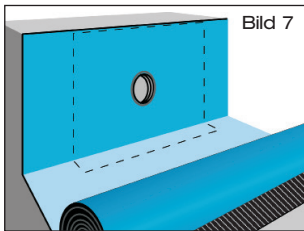
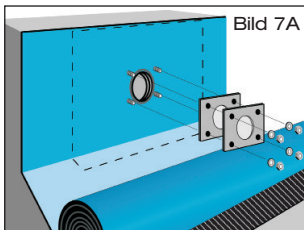

Bild 7
Bild 7A
Oberseite der Anschlussmanschette durch Erhitzen verflüssigen (Schweißverfahren). Dampfsperrbahn paßgenau über den Schiebeflansch mit Anschlussmanschette im flüssigen Heißbitumen ausrollen, anschließend gleichmäßig andrücken bzw. anrollen (Bild 7 bzw. Bild 7A).
1.9 Bei Ausführung DN 50 Kompressionsdichtung über Dampfsperrbahn anbringen und mit Losflansch und beiliegenden Schrauben verklemmen (Bild 7A). Beiliegende Schrauben mit Steck- oder Ringschlüssel SW 17 gegenüberliegend anziehen. Anzieh-Drehmoment: 20 Nm (Dampfsperrbahn aus Bitumen) bzw. 30 Nm (Dampfsperrbahn aus Kunststoff) Dichtelement in Muffe des Schiebeflansches einlegen.